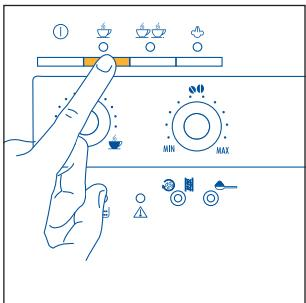
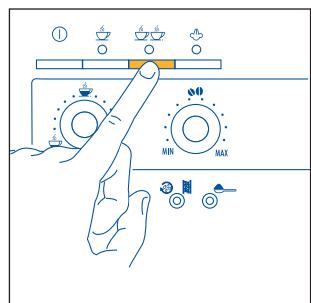
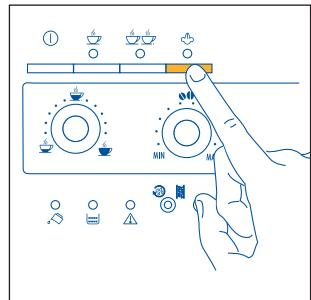
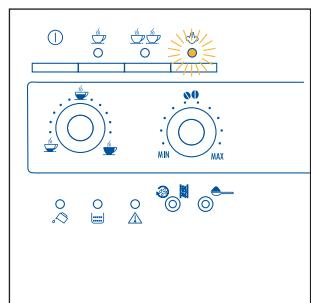

Fig. 12
Fig. 13
Fig.21
Fig.22
- 5) Prima a tecla ☕ (fig. 12) se tiver optado por tirar um café ou a tecla ☕ (fig. 13) se desejar tirar 2 cafés. A máquina mói, então, os grãos, efectua uma breve pré-infusão e, depois, completa a extração do café para dentro da chávena. *Uma vez obtida a quantidade de café predefinida, a máquina interrompe automaticamente a extração do café e expulsa a pastilha de café consumida para o recipiente das borras.*
- 7) Para desligar a máquina, prima a tecla ①. (Antes de se apagar, a máquina efectua automaticamente um enxaguamento: através dos bicos, sai um pouco de água quente, a qual é recolhida na pingadeira subjacente – Cuidado para não se queimar). Se não for desligada com a tecla ①, a máquina apaga-se sozinha, de qualquer forma, 3 horas depois da última utilização, efectuando primeiro um breve enxaguamento.
NOTA 4: A extração pode ser interrompida a qualquer momento, enquanto a máquina estiver a fazer o café, bastando para tal premir a tecla  (fig. 12) ou  (fig. 13) previamente seleccionada.
NOTA 5: Se, depois de terminada a extração, desejar aumentar a quantidade de café que está na chávena, mantenha premida a tecla  (fig. 12) ou  (fig. 13) previamente seleccionada, até obter a quantidade desejada (esta operação deve ser executada no espaço de 3 segundos após o fim da extração).
- Prima a tecla de vapor (fig. 21). A luz  (fig. 22) começará a piscar, indicando que o aquecimento prévio da máquina está em curso.
- Uma vez atingida a temperatura desejada, interrompa a extração do vapor, rodando o botão do vapor para a direita, até ao limite máximo (fig. 6) e prima a tecla de vapor  (fig. 21) para desactivar a função de vapor.
NOTA 1: Logo após a preparação do cappuccino e uma vez desactivada a função de vapor premindo a tecla de vapor  (fig. 21), se premir a tecla  (fig. 12) ou  (fig. 13) para tirar um novo café, a máquina está com uma temperatura demasiado elevada para o fazer (as luzes verdes  e  piscam, indicando que a temperatura não é a mais adequada). Torna-se, assim, necessário aguardar uns dez minutos para que a máquina arrefeça um pouco.